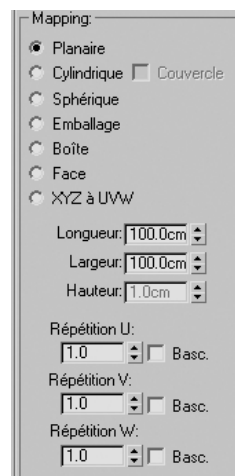

Fig.9.99
- [39] Dans la section **Mapping**, activez **Planaire** et dans longueur et largeur entrez les valeurs 100 et 100 (fig.9.99).